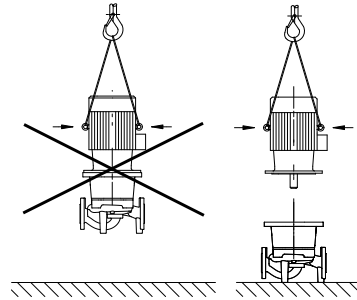

Fig. 7: Preprava motora
- Prepravné oká na motore sú povolené len na prepravu motora, nie celého čerpadla (Fig. 7).